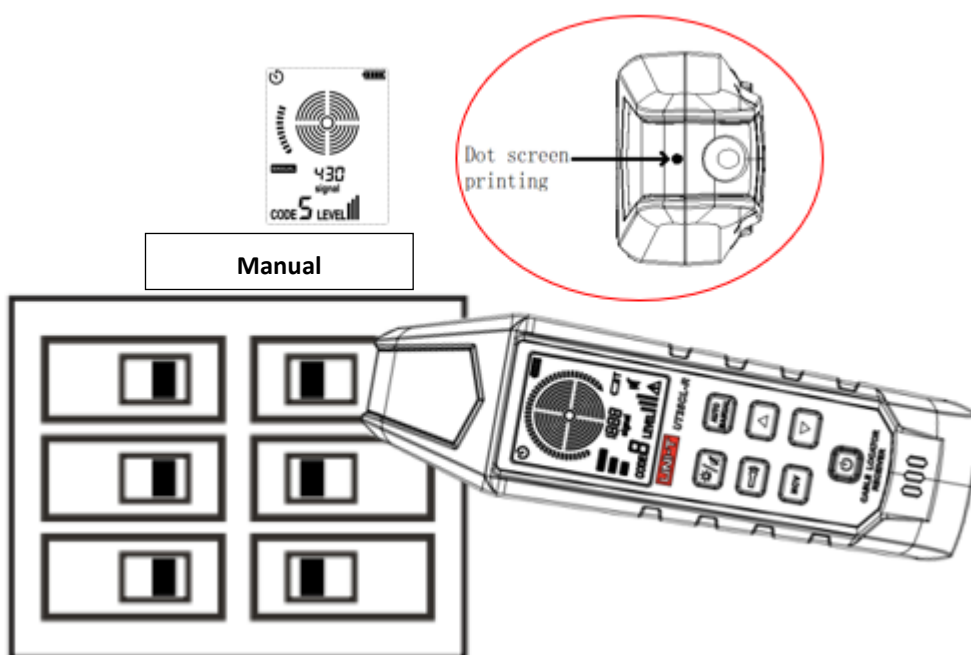

Figura 7.2.3b Alinear la impresión de pantalla de puntos con el disyuntor
2. Alinee la serigrafía de puntos (en la parte superior del receptor) con el disyuntor, como se muestra en la Figura 7.2.3b.